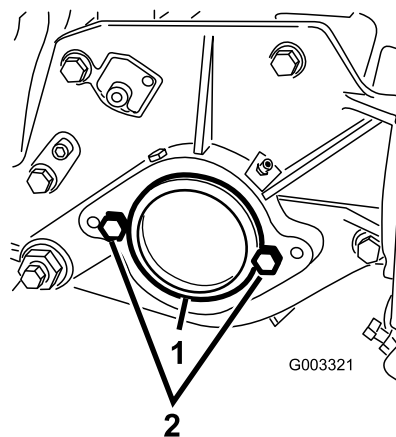

Figura 11
- Sul lato destro dell'apparato di taglio, rimuovete il tappo in plastica dall'alloggiamento del cuscinetto (Figura 11).
- Togliete le 2 viti a testa cilindrica dalla piastra laterale destra (Figura 11).
- Montate, senza stringere eccessivamente, le 2 viti di montaggio del motore del cilindro sulla piastra laterale sinistra dell'apparato di taglio (Figura 11).